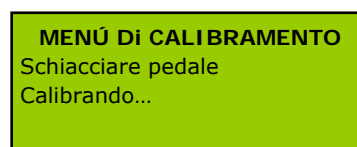

Figura 16.
- Esecuzione di un giro completo di 360° in avanzamento. In questa fase si visualizza nello schermo l'informazione indicata nella Figura 16.